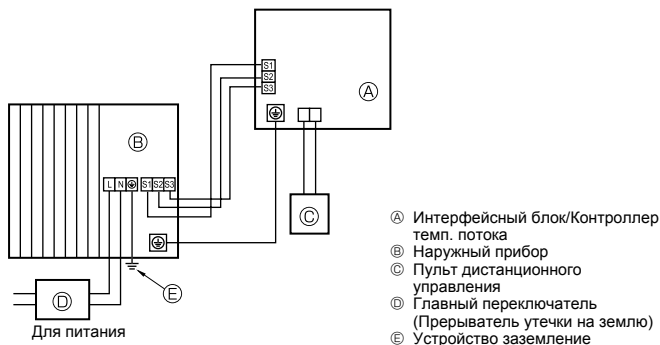
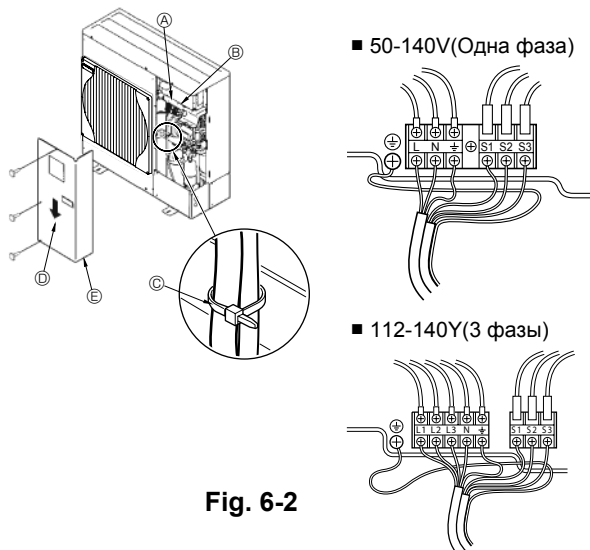

Fig. 6-1
Fig. 6-2
6.1. Наружный прибор (Fig. 6-1, Fig. 6-2)
- 2 Подсоедините кабели, как указано на Fig. 6-1 и Fig. 6-2.